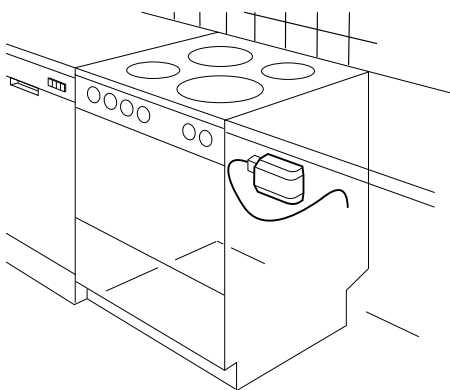

Fig. 6
2. Monter strømutkoblingsenheten bak komfyren, Fig. 6.